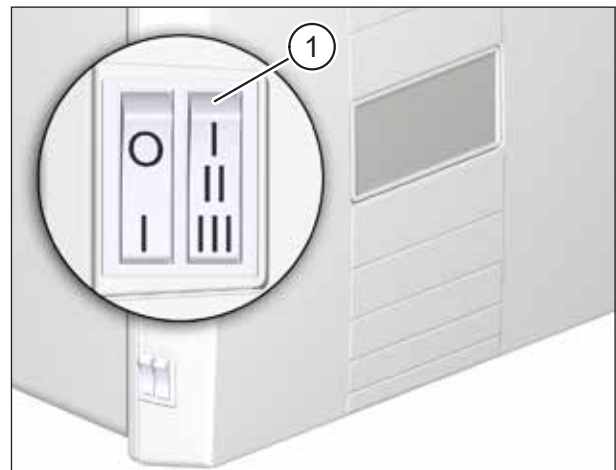

Abb. 21: Filterwechselanzeige zurücksetzen
- ▶ Wählen Sie innerhalb von drei Sekunden am Stufenschalter (Pos. 1 in Abb. 21) nacheinander die Lüftungsstufen **I-II-III-II-I**. Das Lüftungsgerät piept zur Bestätigung.
- ▶ Wählen Sie, während das Gerät piept, erneut innerhalb von drei Sekunden am Stufenschalter (Pos. 1 in Abb. 21) nacheinander die Lüftungsstufen **I-II-III-II-I**. Das Lüftungsgerät piept dreimal zur Bestätigung. Die Überwachung des Zeitraums ab dem letzten Luftfilterwechsel wird neu gestartet.